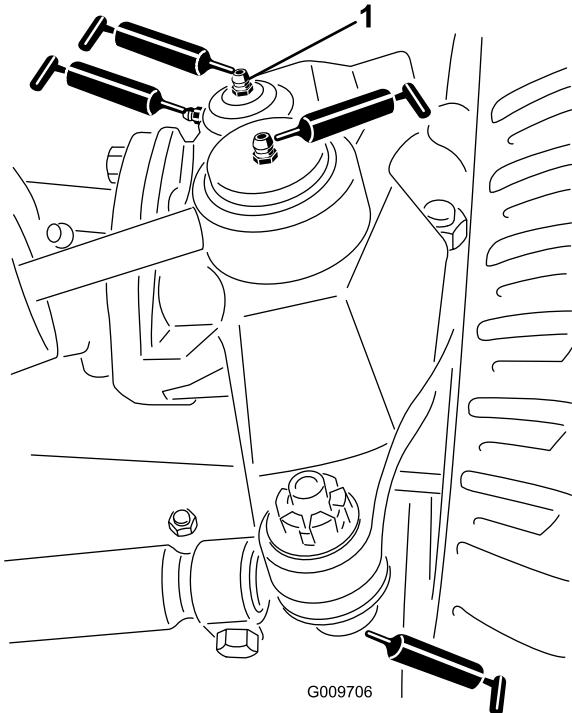

Figure 69
- Rotules de vérin de direction (2) (Figure 69)
- Rotules de biellettes (2) (Figure 69)
- Bagues de pivots de fusées (2) (Figure 69). **Le graisseur supérieur du pivot de fusée ne doit être lubrifié qu'une fois par an (2 injections de graisse).**